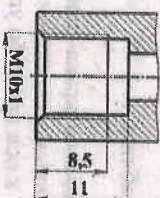

Рисунок 2.
1.3.4 Размеры присоединения датчика на корпусе крана указаны на рис.2